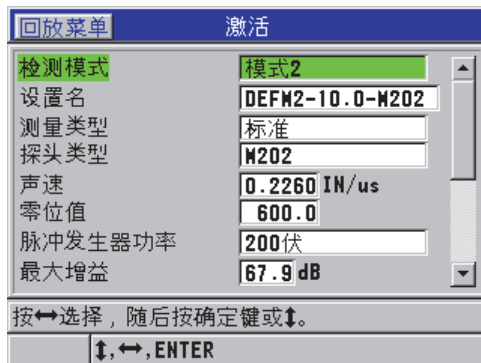

图 10-1 单晶探头设置的激活屏幕
5. 在**激活**屏幕中 (参见第 164 页的图 10-1):